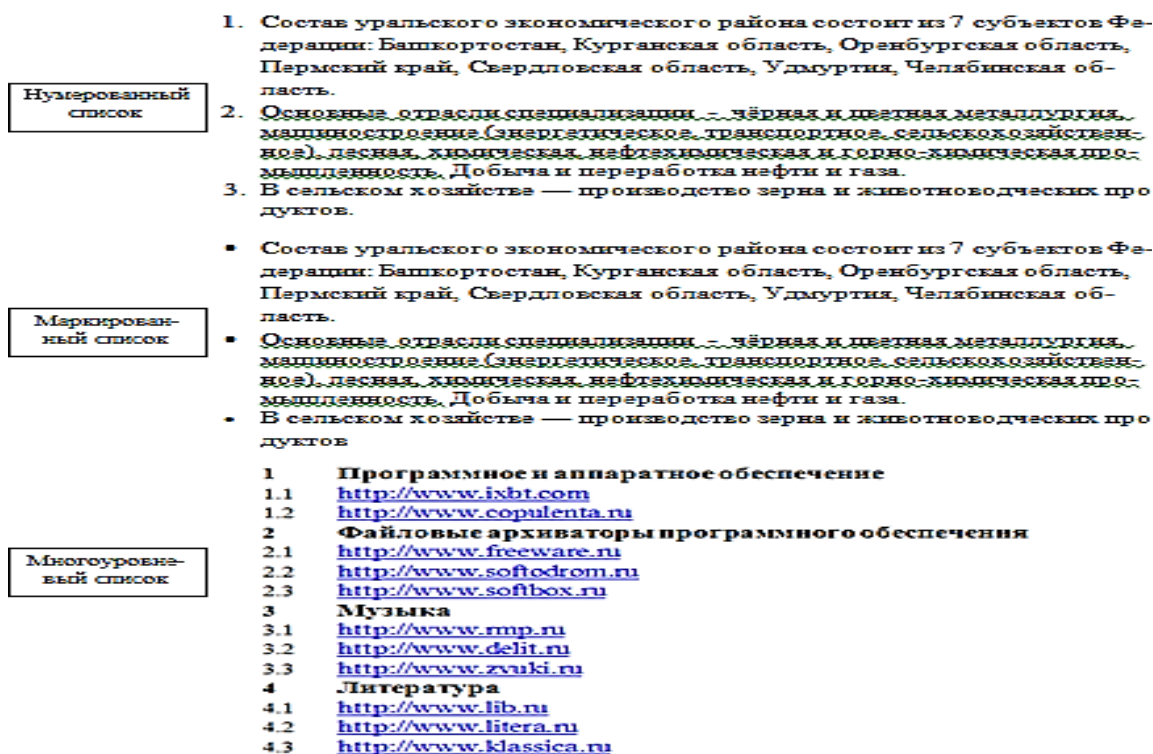

Рис. 54. Примеры различных вариантов записи списков в документе
2. Щелкнуть по стрелке кнопки **Нумерация** группы **Абзац** вкладки **Главная** и в галерее списков выбрать нужный вариант нумерации. При наведении указателя мыши на выбираемый список срабатывает функция динамического просмотра, и фрагмент документа отобразится нумерованным (рис. 54).